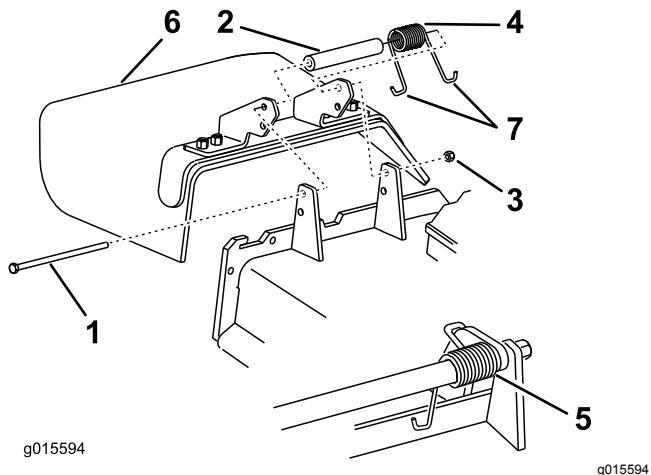

Figura 99
1. Retire la contratuerca, el perno, el muelle y el espaciador que sujetan el deflector a los soportes de pivote (Figura 99).
2. Retire el deflector de hierba dañado o desgastado (Figura 99).
Nota: Asegúrese de colocar un extremo con gancho en **J** del muelle detrás del reborde de la carcasa antes de instalar el perno, según se muestra en Figura 99.
6. Coloque 1 extremo en **J** del muelle alrededor del deflector de hierba (Figura 99).